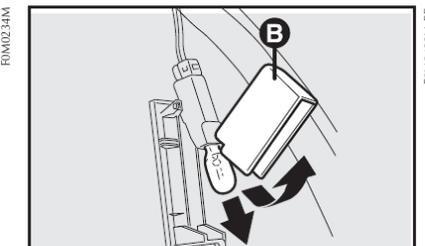

fig. 30
- abrir a proteção **B-fig. 30** e substituir a lâmpada introduzida a pressão;
- fechar a proteção **B-fig. 30** no transparente;